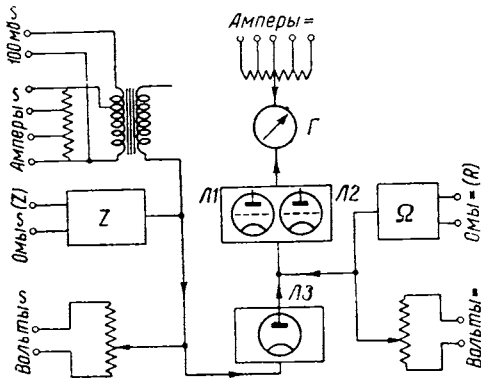

Рис. 1. Скелетная схема прибора
На рис. 1 дана скелетная схема прибора. Измерение всех величин производится путем прямого отсчета по шкале стрелочного гальванометра Г (использован гальванометр типа МС-100).
Измерение активных (омических) сопротивлений сводится к измерению падения напряжения на некотором эталонном, калиброванном сопротивлении и производится также посредством лампового вольтметра постоянного тока, как изображено схематически на рис. 1. Измеряемые сопротивления подключаются к гнездам «Омы (R)».
Реактивные, или полные сопротивления (конденсаторы, дроссели, обмотки трансформаторов и т. п.) измеряются на переменном токе при частоте 50 гц посредством измерения падения напряжения на объекте измерения, включенном в цепь последовательно с эталонным сопротивлением. Таким образом, и в этом случае измерение сопротивления сводится к измерению напряжения, но, в отличие от измерения активных сопротивлений, напряжения переменного. Поэтому схема полных сопротивлений подключается к входу лампового вольтметра переменного тока, т. е. подается на ЛЗ (см. рис. 1).
Из схемы (см. рис. 1) видно, что гальванометр соединяется с измеряемой цепью непосредственно, без участия ламповой схемы, только при измерении силы постоянного тока и, следовательно, только в этом случае он не защищен от повреждений при ошибочных включениях прибора.